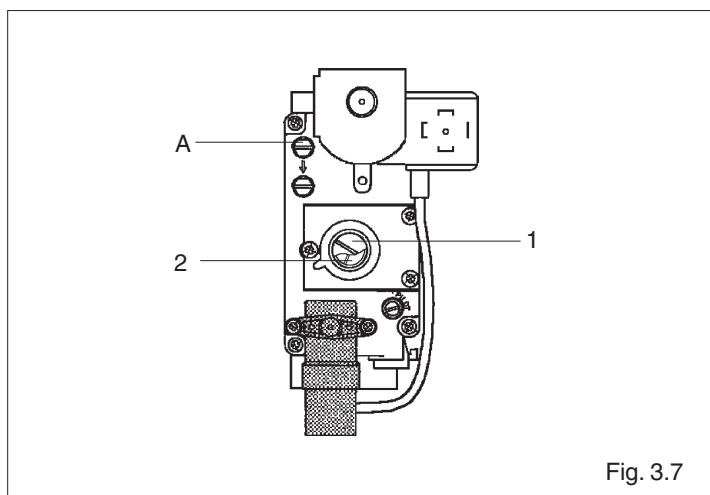

Fig. 3.7
- Rimuovere il tappo (1)
- Avvitare fino a fine corsa la vite (2) del regolatore di pressione (fig. 3.7).
- Svitare di circa 3 giri la vite della presa di pressione (A) e collegare il manometro (fig. 3.7).
- Sostituire il tappo (1) con il "tappo cieco" fornito a corredo (fig. 3.7).